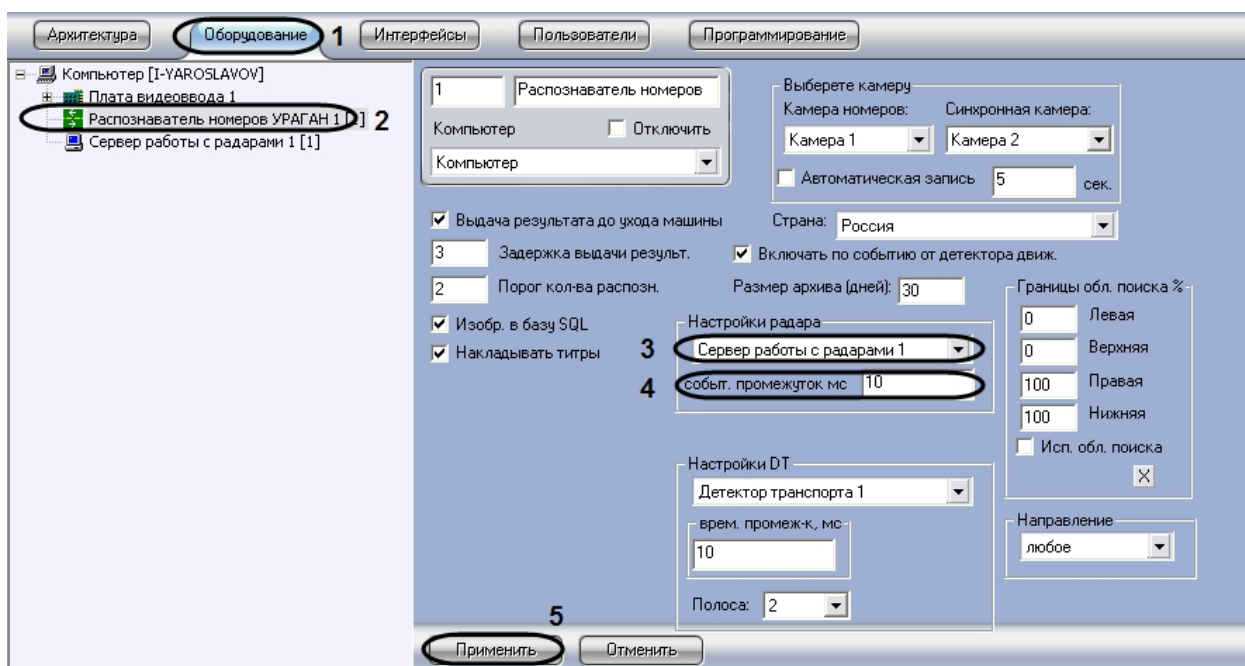

Рис. 34. Настройка совместной работы программного модуля «Ураган» с программным модулем «Радар»
2. В дереве объектов на вкладке «Оборудование» выбрать объект «Распознаватель номеров УРАГАН», соответствующий настраиваемому программному модулю «Ураган». В правой части вкладки «Оборудование» отобразится панель настройки выбранного объекта (см. Рис. 34).